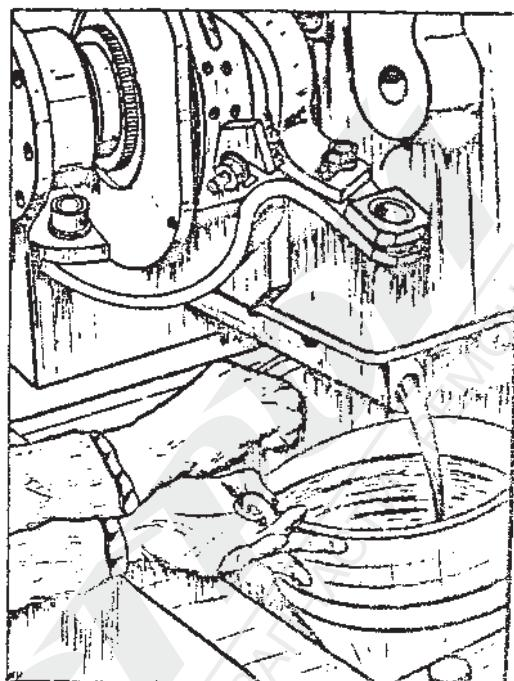

Рис.2-9. Спуск масла
2.3.3.2. Демонтаж управляющей крышки и масляного картера /рис. 2-9/.
2.Вывинтить пробку 30 с масляного картера и спустить масло с коробки /рис. 2-9/.